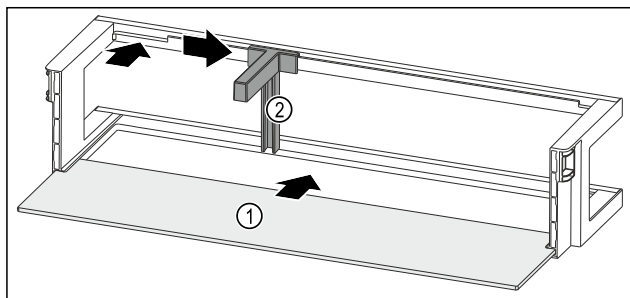

Fig. 51 Dveřní přihrádka s odkládací plochou
- Odkládací plochu Fig. 51 (1) zasuňte do bočních vybrání.
- Držák lahví Fig. 51 (2) vložte do vybrání.
- Držák lahví Fig. 51 (2) posuňte na stranu do požadované polohy.